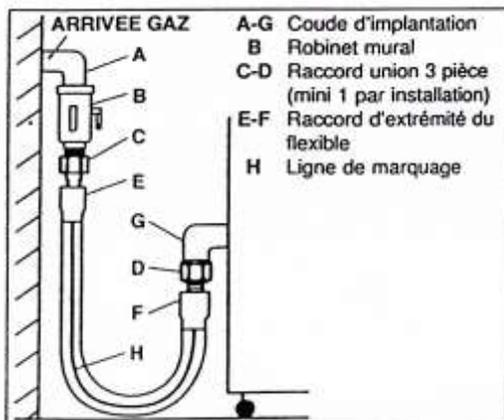

Figure 01
- Le monter impérativement entre des coudes d'implantation à 90° (*voir fig. 01*).
Pour connecter la rôtissoire à la canalisation d'arrivée du gaz de façon permanente, utiliser un flexible métallique homologué gaz et propane de type TUBOGAZ(1) ou similaire répondant à la norme NF D 36-123 (voir fig. 01).